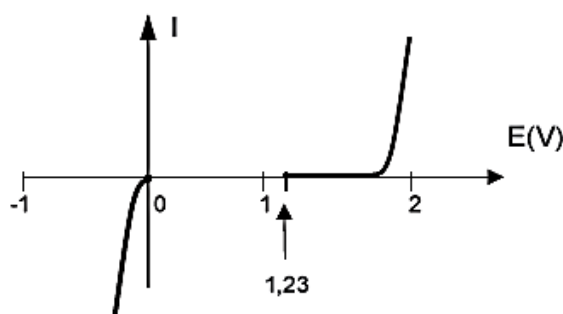

Figure 11 - Courbes intensité-potentiel pour l'électrolyse de l'eau
- Q39. On constate qu'en réalité il faut appliquer une différence de potentiel supérieure à $U_{\text{cin}} = 2,07\text{V}$ afin d'observer une réaction sur des électrodes de platine, en raison de l'aspect cinétique de la réaction. On propose en **figure 11** les courbes intensité-potentiel relatives à l'électrolyse. Identifier les courbes et justifier la valeur de U_{cin} par un calcul.